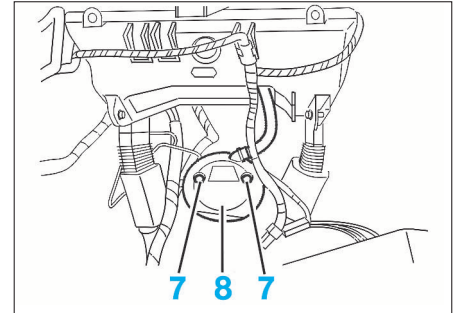

FIG. 9
- les 2 fixations (6) du bloc chauffage.
- les fixations (7) de la platine d'évacuation condensation (8) (Fig.9).